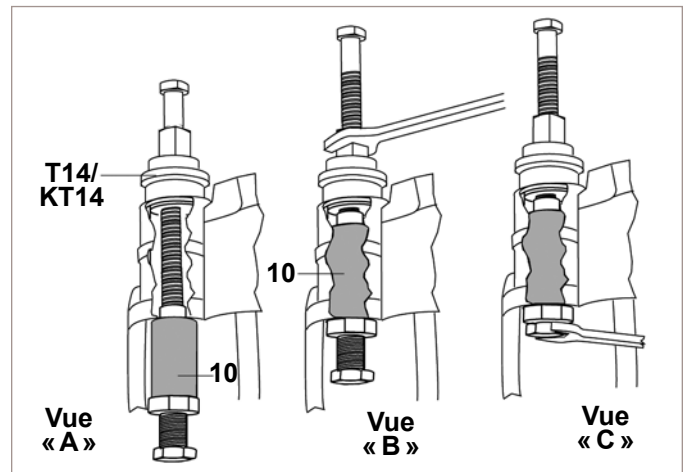

FIGURE 77 - VUE « A » ET « B » : AMENER LA DOUILLE EN LAITON EN POSITION. VUE « C » : VERROUILLER LA DOUILLE EN POSITION
5.6.21 Lorsque l'outil de fraisage (T16) est en place, serrer la vis qui se trouve à sa base jusqu'à ce qu'elle entre en contact avec le logement de la vis de fraisage. Le déplacement de cette vis fait sortir trois pointes, ce qui laisse des indentations dans la douille en laiton. Cf. Figure 77, vue « C ».